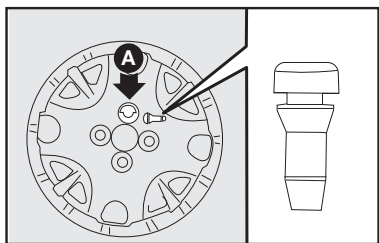

fig. 11
8) colocar a calota cuidando para que o símbolo , na parte interna, fique em correspondência com a válvula, e dessa maneira o furo maior da calota **A-fig. 11** passe pelo parafuso já fixado;